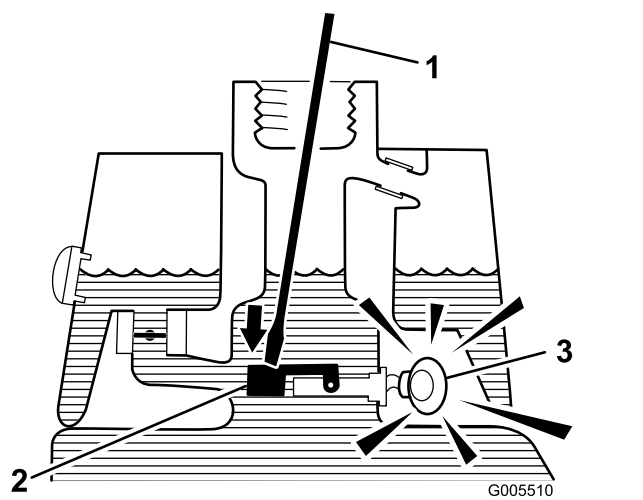

Figura 41
3. Insira uma barra ou uma chave de parafusos no bocal do depósito e empurre com cuidado o comutador (Figura 41) para baixo. O alarme deverá ser ativado ao fim do período de desfasamento de um segundo.